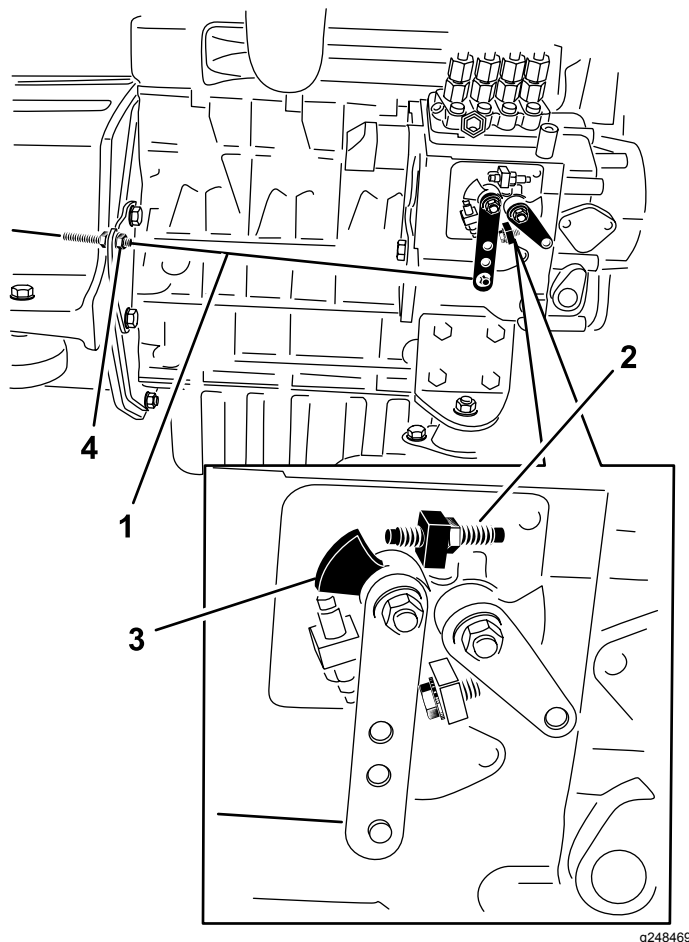

Рисунок 34
2. Проверьте положение рычага регулировки скорости на насосе для впрыска топлива. Когда рычаг дроссельной заслонки находится в положении **БЫСТРО** (фиксированном), рычаг регулировки скорости должен касаться винта высоких оборотов (Рисунок 34).
3. При необходимости отрегулируйте положение контргаек тросика дроссельной заслонки так, чтобы рычаг регулировки скорости касался винта высоких оборотов, когда рычаг дроссельной заслонки находится в положении **БЫСТРО** (фиксированном) (Рисунок 34).